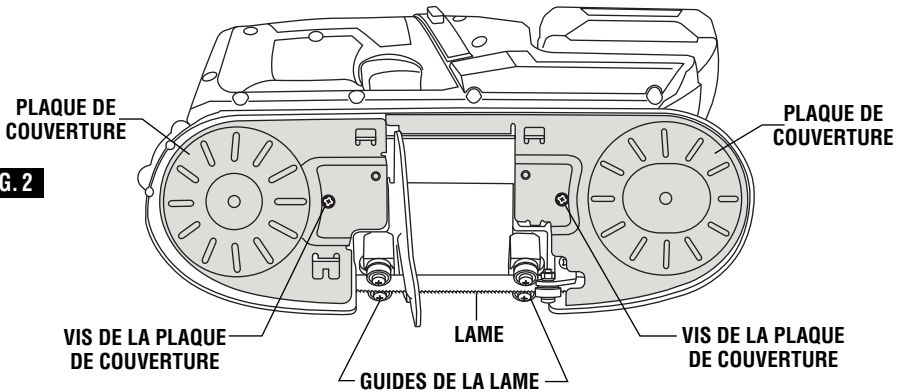

FIG. 2
1. Utilisez un tournevis à pointe cruciforme N° 2 pour retirer les vis de montage et pour enlever les plaques de couverture protectrices (Fig. 2).
3. Réinstallez les plaques de couverture protectrices (Fig. 2).